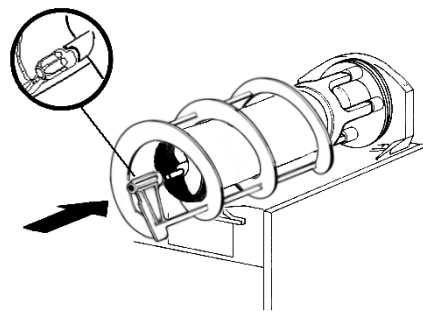

figura 13
**6** Colocar sobre el evaporador el rascador exterior, acoplándolo su extremidad anterior al árbol del rascador interior y haciendo coincidir los dientes de arrastre (ver figura 13).